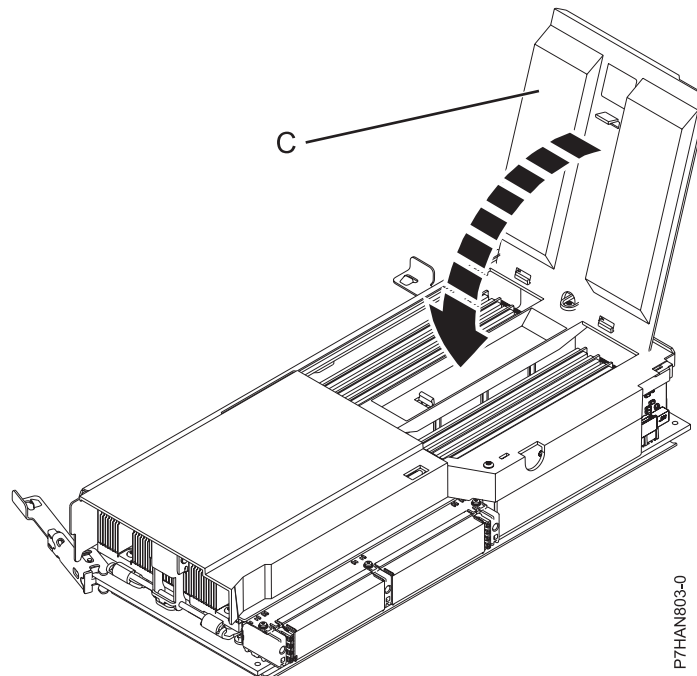

Figura 3. Fechando a tampa do módulo de memória
15. Feche a tampa do módulo de memória (C) até que ela trave no lugar, conforme mostrado em Figura 3 na página 5.